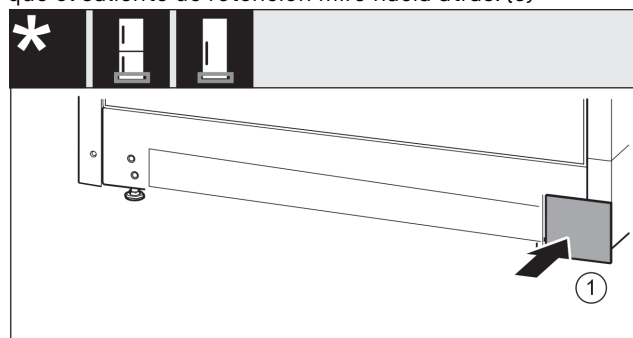

Fig. 37
► Volver a colocar la cubierta en el otro lado. *Fig. 37 (1)*